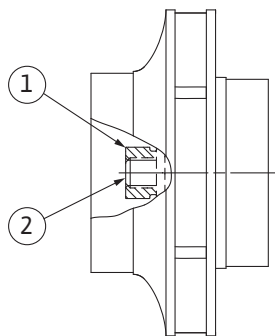

Fig. 107: Ispravan položaj matice radnog kola nakon montaže
8. Čvrsto držite vratilo čeljusnim ključem (širina 22 mm) i zategnite maticu radnog kola propisanim zateznim momentom (vidi tablicu „Zatezni momenti“ [► 26]). Matica (Fig. 107, poz. 1) mora biti poravnata otprilike $\pm 0,5$ mm s krajem vratila (Fig. 107, poz. 2). Ako to nije slučaj, otpustite maticu pa ponovite korake 4...8.